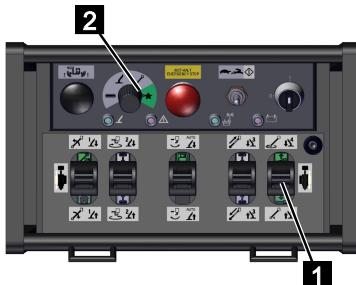

Abb. 123
4. Den Funktionswahlschalter auf [Sonderfunktion] (grün) (Abb.123/2) stellen.
5. Den Steuerhebel (Abb.123/1) solange nach vorne drücken, bis die Arbeitsstellung erreicht ist.